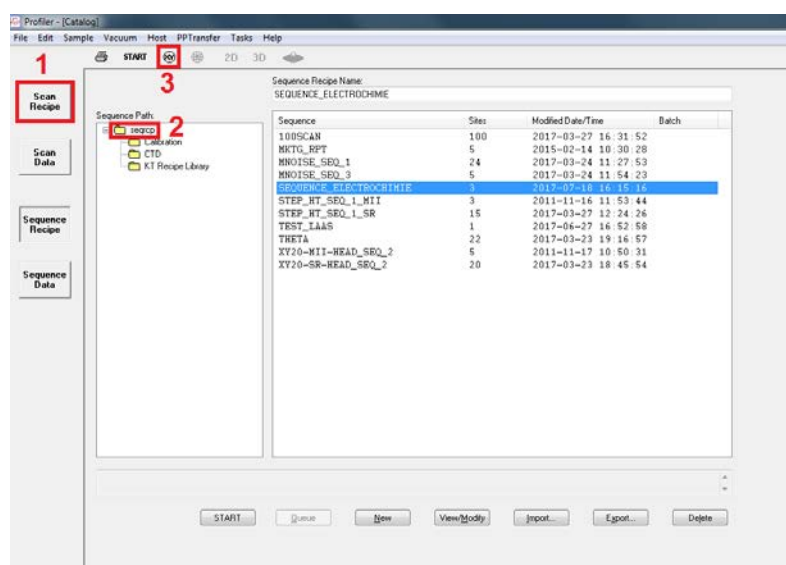

Figure 29 : Catalog
Une fois les résultats relevés, fermez toutes les fenêtres pour revenir sur la fenêtre « Catalog » (Figure 29). Cliquer sur « Scan recipe » (1), sélectionner le dossier racine (2) puis cliquer sur « XY » (3). Cliquer sur « Man Load », attendre que le plateau soit bien devant soi pour ouvrir la porte. Enlever le vide puis le wafer et pour terminer les 3 picots.